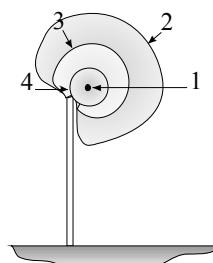

Рис. 4.8
4.11 При размещении извещателя в верхней части заграждения (почти «кошачий» вариант), использовать специальные кронштейны КВЗ из комплекта поставки. На рис. 4.8 представлены по-перечные сечения (относительно оси «1») ЗО для «кошачего» варианта на различных удалениях от блоков (БПРД или БПРМ): «2» - в середине участка; «3» - на 1/3 и 2/3 расстояния между блоками; «4» - на расстоянии 0...3 м от блоков.